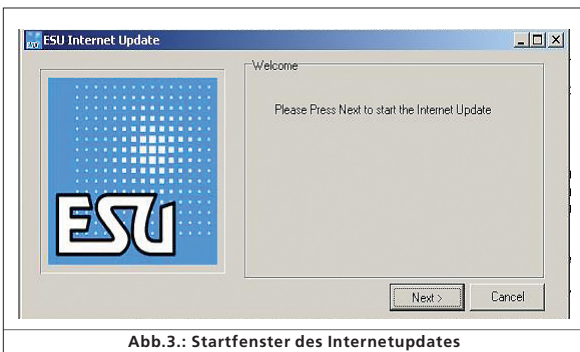

Abb.3.: Startfenster des Internetupdates
- Klicken Sie dann auf „Internet Update“. Es öffnet sich ein Fenster (Abb. 3).